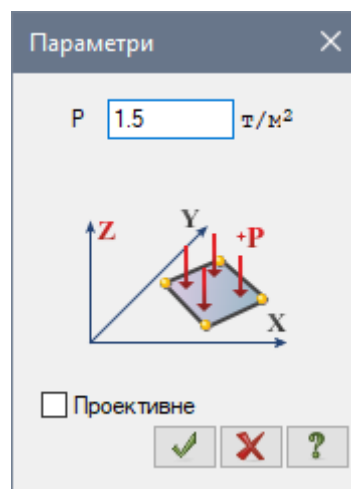

Рис. 4.22. Діалогове вікно Параметри
- В цьому вікні задайте інтенсивність навантаження  $p = 1.5 \text{ т/м}^2$  (рис. 4.22).